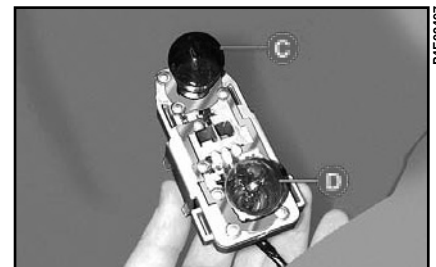

fig. 20
3) Scoateți becurile împingând ușor și rotindu-le în sens orar, **fig. 20**.
Becurile **fig. 20** sunt de tipul: